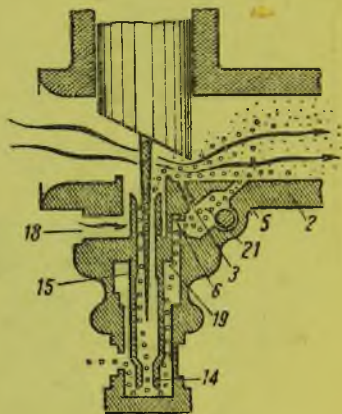

Рис. 94. Режим открытия дросселя от $\frac{1}{8}$ до $\frac{1}{4}$ его хода
Режим открытия дросселя от $\frac{1}{8}$ его хода до $\frac{1}{4}$ (рис. 94). Уже при подъеме дросселя до $\frac{1}{4}$ его хода в работу начинает включаться главный жиклер (14), а сверления (3) и (5) соответственно уменьшают свое действие. Чем больше открывается дроссель, тем сильнее действует сверление (3) по сравнению со сверлением (5). Регулировка качества смеси на этом режиме зависит от выреза в дроссельной заслонке (рис. 95) и производится она на заводе. Очевидно, что с увеличением выреза смесь будет обедняться.